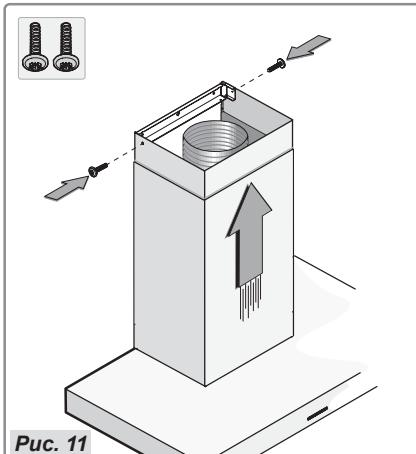

Рис. 11
- Расположите верхний ствол в нижнем стволе и разместите последний на корпусе вытяжки. Наденьте верхний ствол на кронштейн и зафиксируйте его с помощью двух винтов (рис. 11).